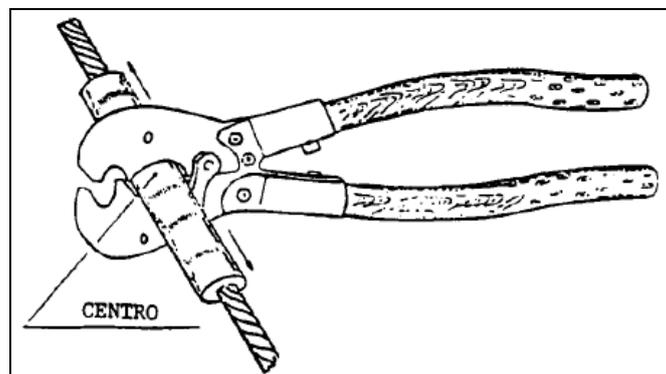

Figura 10 – Posicionamento de operação da ferramenta
- A ferramenta deve ser posicionada de maneira que fique em plano perpendicular ao conector, conforme ilustrado na Figura 10;